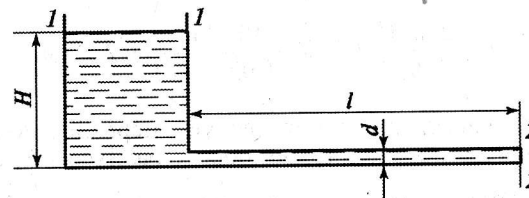

Рис. 6.2
**Задача 6.20.** Из резервуара по горизонтальному трубопроводу диаметром  $d = 20$  мм длиной  $l = 10$  м вытекает масло (рис. 6.2). Марка масла АМГ-10, температура  $30^\circ\text{C}$ . Определить высоту масла  $H$  в резервуаре, если его расход составляет  $M_c = 0,3$  кг/с. Местными сопротивлениями можно пренебречь.